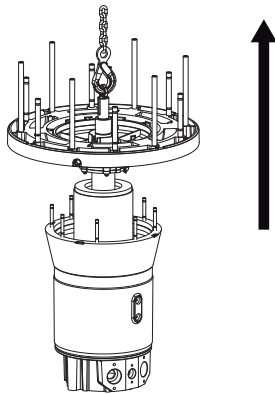

Imagen 17: Retirar el alojamiento del motor (J 604)
**J 604:** Mantenga la bomba asegurada con la grúa por el cáncamo de elevación en el extremo del eje. Saque el tapón del detector de humedad de su alojamiento de caucho así como el tapón del sensor del rodamiento inferior de la brida del rodamiento. Desatornille las tuercas y saque la cámara de aceite junto con el eje+rotor del alojamiento del motor. (Imagen 17)